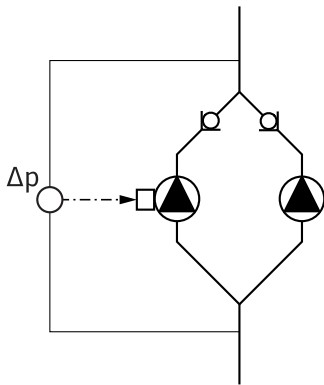

Fig. 18: Exemple, raccord du capteur de pression différentielle
- Dans l'exemple présenté sur la fig. 18, la pompe maître est la pompe gauche dans le sens d'écoulement. Raccorder le capteur de pression différentielle sur cette pompe.
- Les points de mesure du capteur de pression différentielle de la pompe maître doivent se trouver dans le tuyau collecteur concerné côté aspiration et refoulement de la station à double pompe (fig. 18).